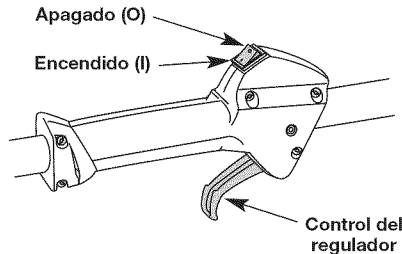

Fig. 15
**NOTA:** No hay necesidad de girar la unidad. Encendido/de parada el control (Fig. 15) está en la posición de trabajo siempre (I).
2. Coloque el control de encendido y apagado en posición de APAGADO (O) (Fig. 15).
- NOTA:** No hay necesidad de girar la unidad. Encendido/de parada el control (Fig. 15) está en la posición de trabajo siempre (I).